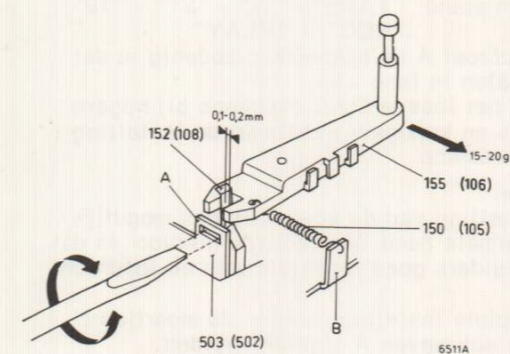

Fig. 13
D. INSTELLING VAN DE BANDSPANNINGSREGELING (Fig. 13)